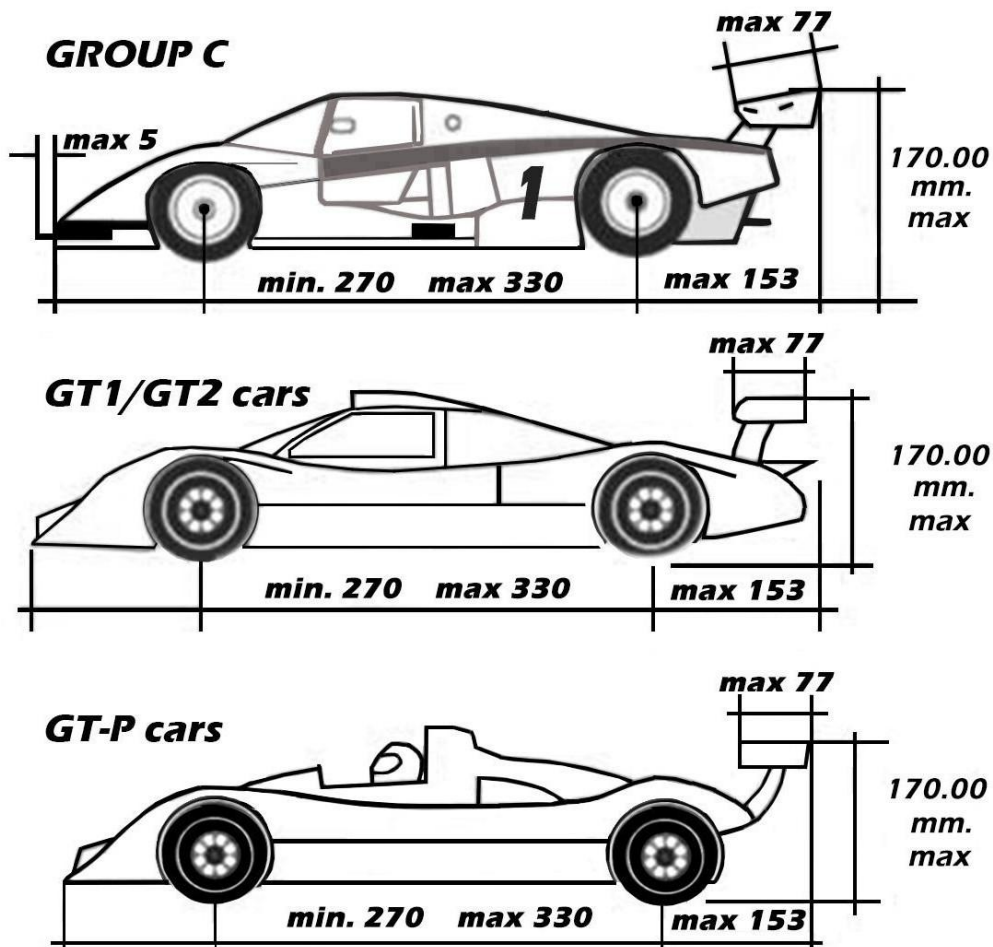

Figura 4 - Carrozzerie modelli.
4.1.13 CARATTERISTICHE DELLE CARROZZERIE (Vedi Figura 4 di questo Capitolo)
4.1.15 DIMENSIONI MASSIME DELLE ALI (Vedi figura 4)